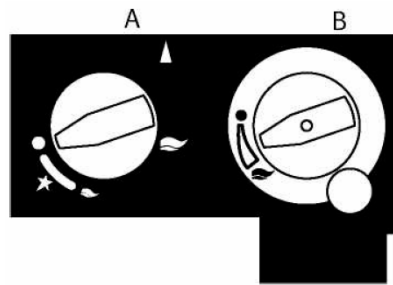

Fig. 31
Bedieningsknop A ontsteekt de brander. Bedieningsknop B regelt de vlamhoogte (zie fig. 31).
- 5) Draai de knop door tot stand ♣ (grote vlam) (zie fig. 31).
- 2) Stel nu met bedieningsknop B de hoogte van de vlammen in tussen de waakvlamstand ● en volstand 🔥 (zie fig. 31).